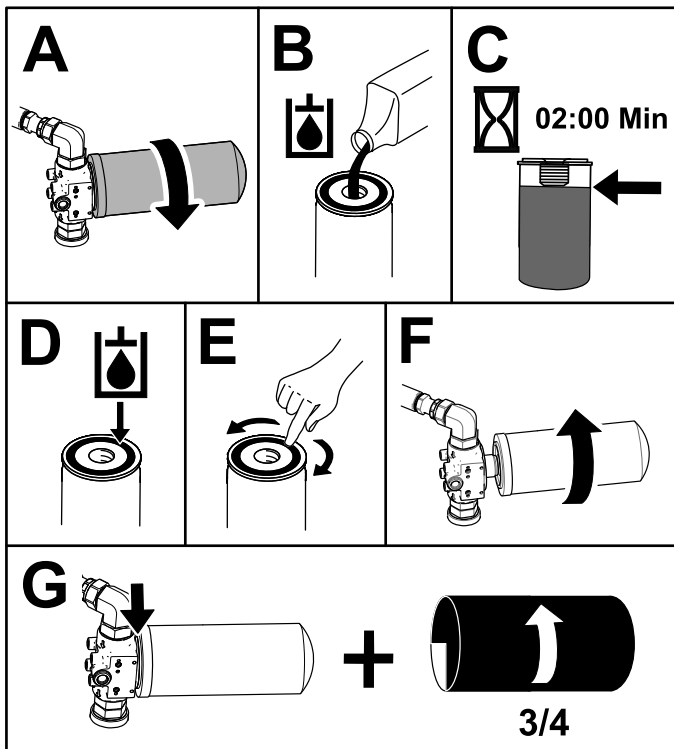

Figura 77
5. Coloque un recipiente debajo del filtro y cambie el filtro (Figura 77).